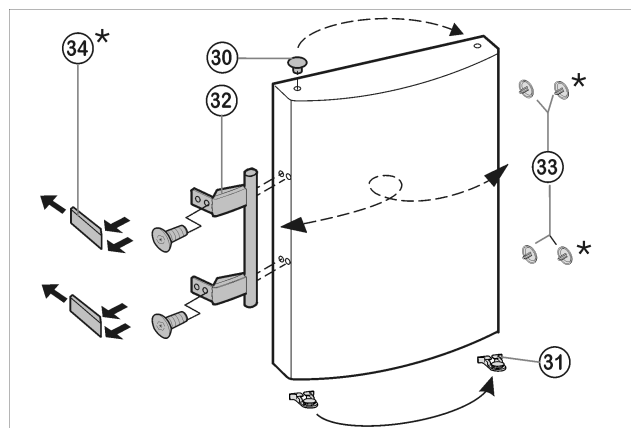

Fig. 9
- ▶ Извлеките пробку Fig. 9 (30) из опорной втулки дверцы и переставьте.
- ▶ Снимите и переставьте на противоположную сторону дверную ручку Fig. 9 (32), пробку Fig. 9 (33) и прижимные пластины\* Fig. 9 (34).